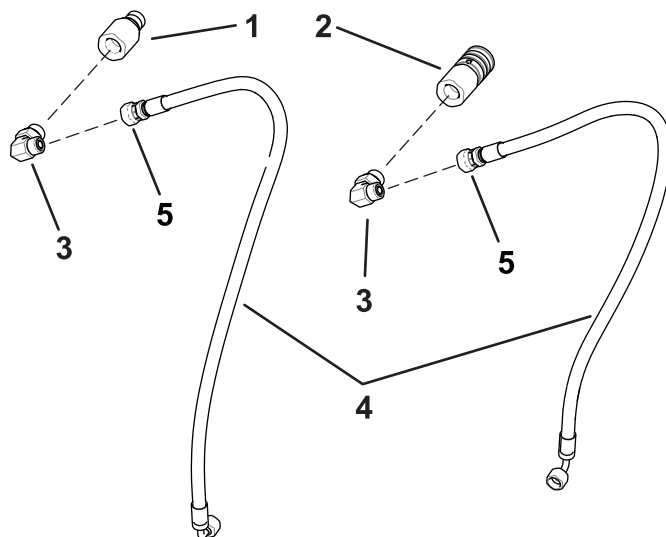

Figure 1
1. Installez les raccords coudés à 90° sur les flexibles avant (Figure 1).
3. Installez les raccords mâle et femelle sur les raccords coudés à 90° (Figure 1). Serrez ces raccords lors de l'installation des flexibles.